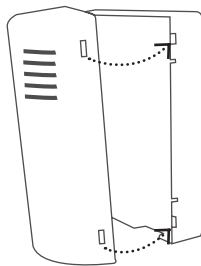

Fig.7
6. Chiudere il dispositivo posizionando la parte frontale sulla base, facendo coincidere i due dentini negli appositi intagli della base. Ruotare la parte frontale verso la base premendo moderatamente fino allo scattare dei restanti dentini plastici (Fig.7).